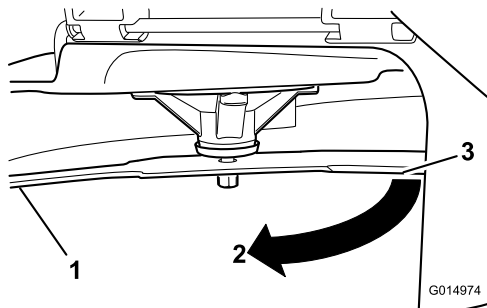

Figura 60
3. Distancia medida entre la cuchilla y la superficie (A)
4. Gire la misma cuchilla 180 grados de manera que el otro extremo esté en la misma posición (**Figura 60**).